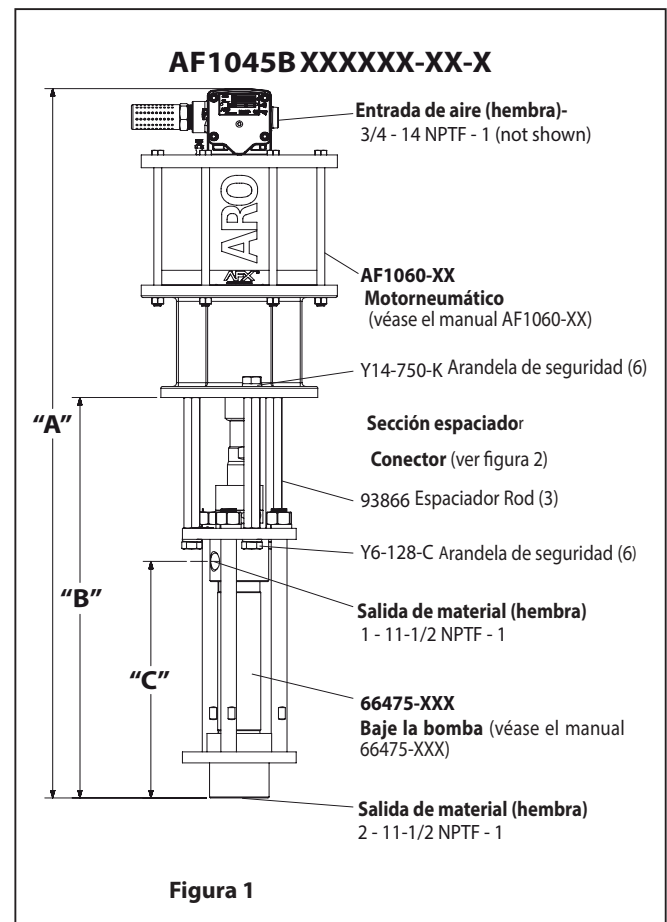

Figura 1
2. Retirar los tres tornillos (Y6-128-C) y el bloqueo (Y14-750-K) arandelas de las tres varillas (ver figura 1).